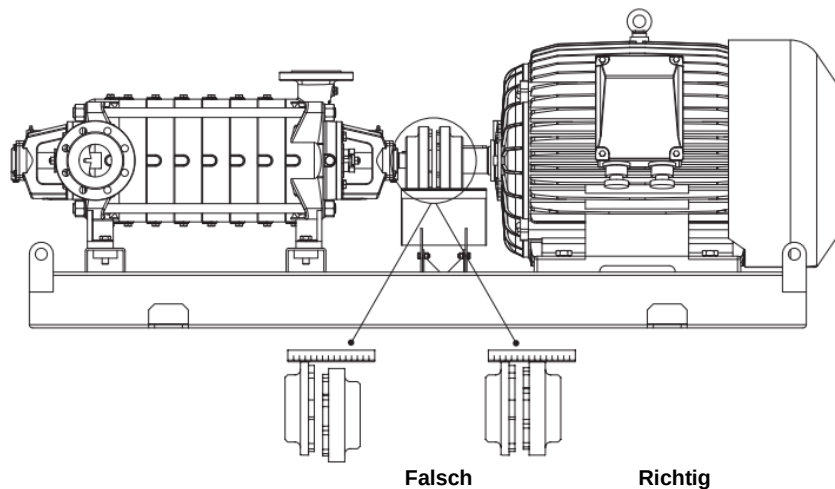

Fig. 10
- Vertikale Ausrichtung (**Fig. 10**)
Wenn horizontales Ausrichten durchgeführt, Befestigungsschrauben für Pumpe und Motor am Grundrahmen anziehen und **vertikale Ausrichtung** ausführen (**Fig. 10**).